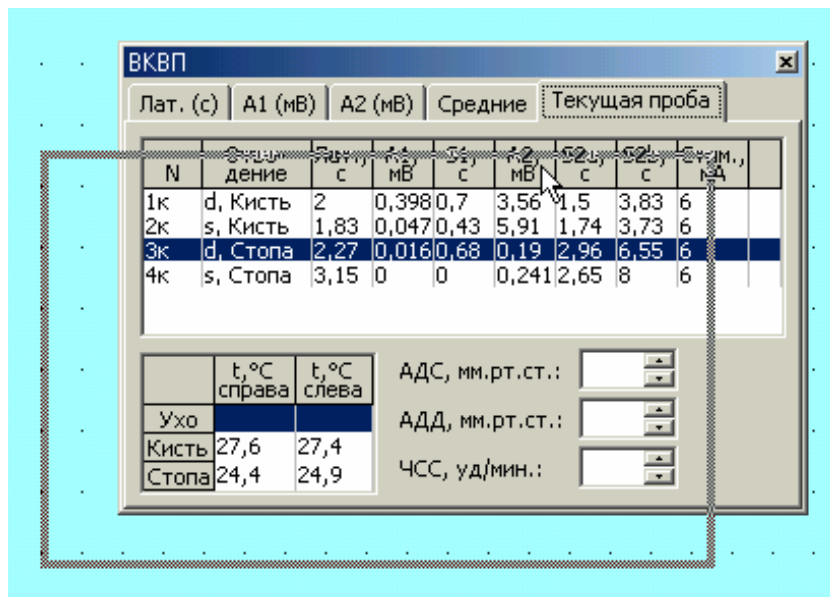

Рис. 3.43
- нажмите левую кнопку мыши и, не отпуская ее, перемещайте мышь (Рис. 3.43);